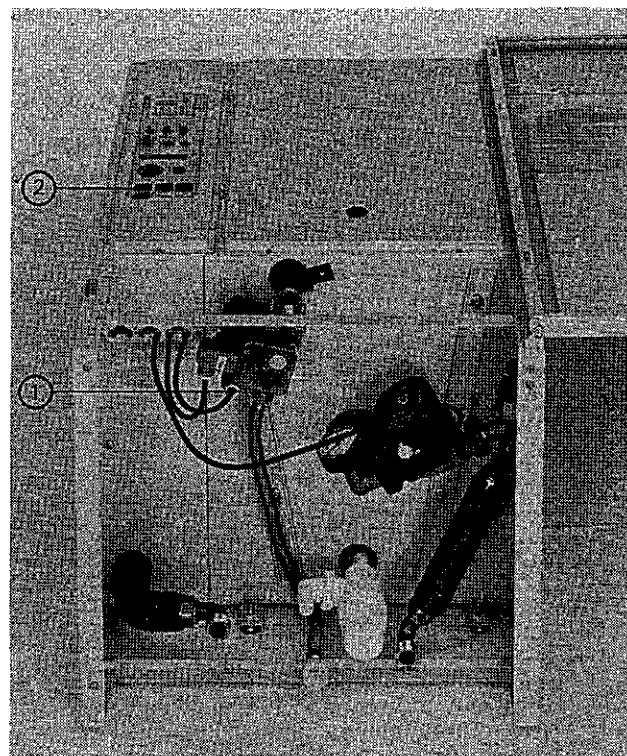

Abb. 60
3. Schraube im Meßstutzen ① (Abb. 60) lösen (nicht herausdrehen) und U-Rohr-Manometer anschließen.
7. Bei der ersten Inbetriebnahme kann das Gerät auf Störung gehen, weil sich Luft in der Gaszuleitung befindet. Roten Entstörknopf ② an der Viessmann Miromatik-MC drücken, damit der Startvorgang wiederholt wird.